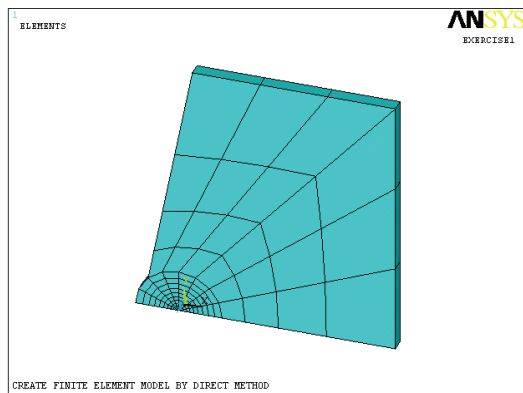

图 2-29 复制单元结果显示
30) 选择 Main Menu | Preprocessor | Modeling | Copy | Elements | Auto Numbered 命令, 出现 Copy Elms Auto-Num 拾取菜单, 在第 3 栏中选择 Min,Max,Inc, 在输入栏中输入 73, 78, 单击 OK 按钮, 出现 Copy Elements (Automatically-Numbered) 对话框, 在 ITIME Total number of copies 输入栏中输入 5, 在 NINC Node number increment 输入栏中输入 1, 单击 OK 按钮关闭该对话框。复制单元结果如图 2-29 所示。